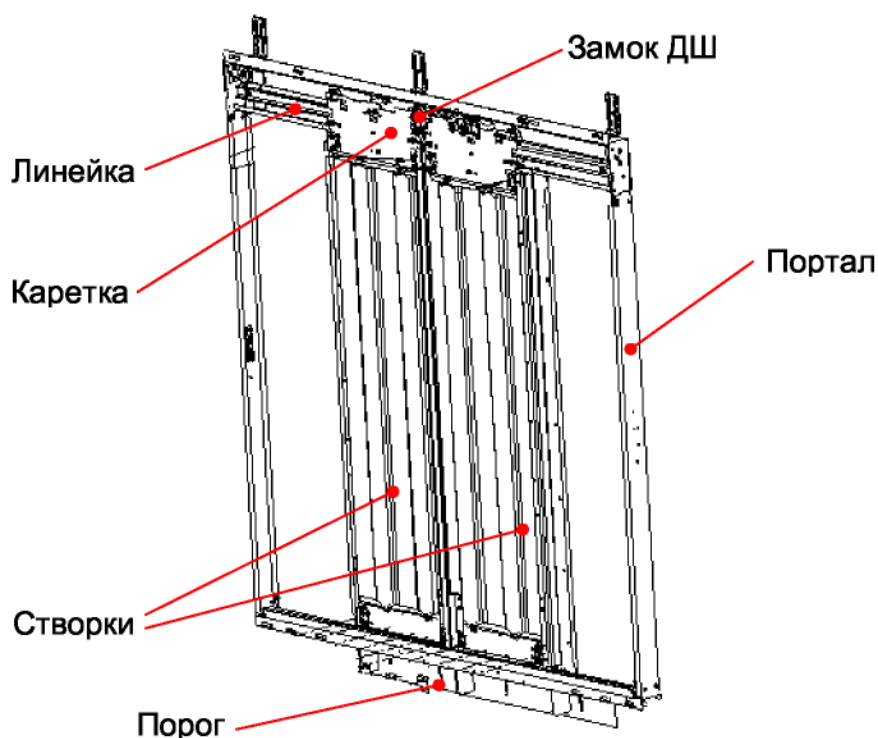

Рис.11. Дверь шахты
1.4.5.1. Лифт комплектуется раздвижными телескопическими (двухскоростными) дверями или дверями центрального открывания (*рис.11*), которые приводятся в движение отводкой двери кабины. В данном лифте применяются ДШ модели **Prima и Prima-S**.